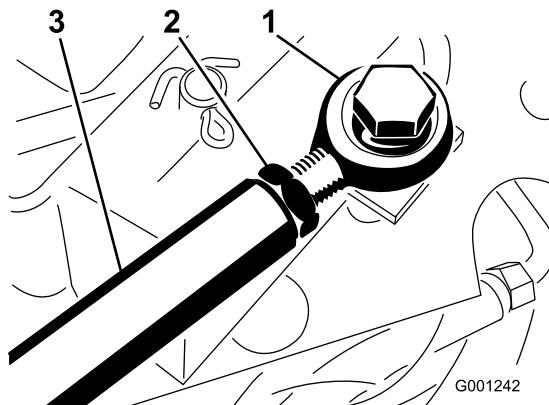

Figura 68
3. Se necessitar de fazer mais ajustes, ajuste a barra de tracção (Figura 68) do seguinte modo: